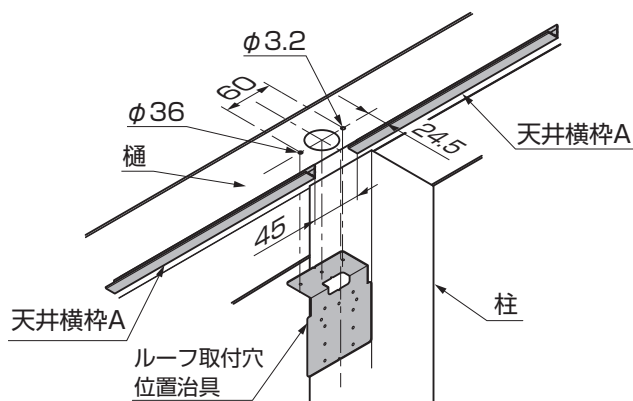

図11-7 A部詳細図
- ①ルーフ取付穴位置治具を樋にあて、ケガキ、ドリルで水抜き穴φ36と雨樋アタッチメント取付穴φ3.2をあけてください。(図11-6、図11-7参照)
- 天井横枠Aは竖樋がつく位置で約45mmあけて取付けてください。(図11-7参照)
- ⑤雨樋ジョイナーを雨樋アタッチメントに取付けてください。